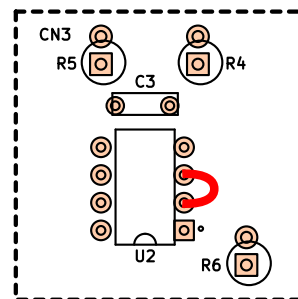

図2
- ・U2は実装せず、ICの2-3ピンをショートさせて下さい (図2)。